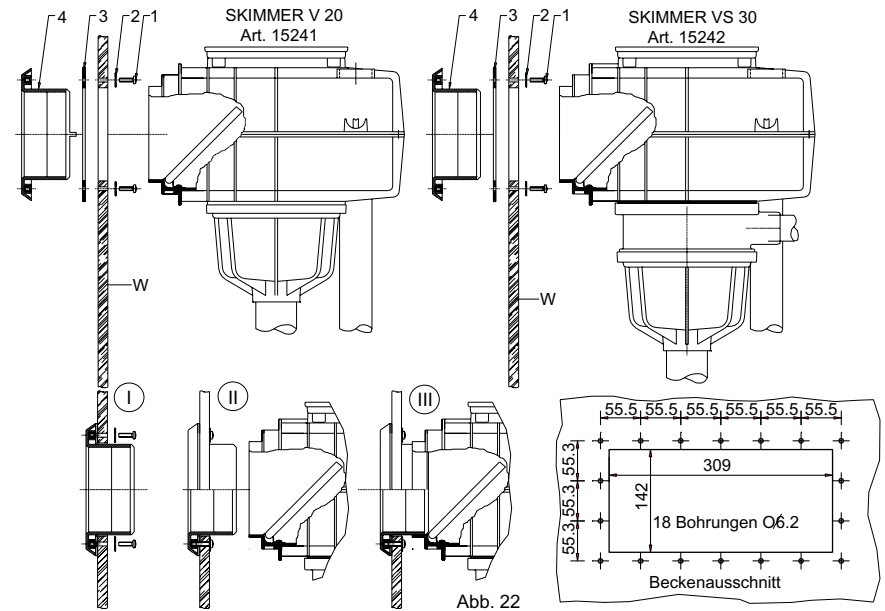

Abb. 22
- 3.7 Einbau der Skimmer V20 und VS30 in vorgefertigte Becken aus Niro, GFK oder Alu mit Skimmerwanddurchführung (Art. 1522) (Abb. 22)
Montage: Um den Skimmer V20 bzw. VS30 in ein Polyester- bzw. Alu/Stahlbecken einzubauen muss zuerst in der Beckenwand ein Ausschnitt 142x309 mm und 18 Bohrungen  $\bar{R}$  6,2 mm vorbereitet werden. (Abb. 22)